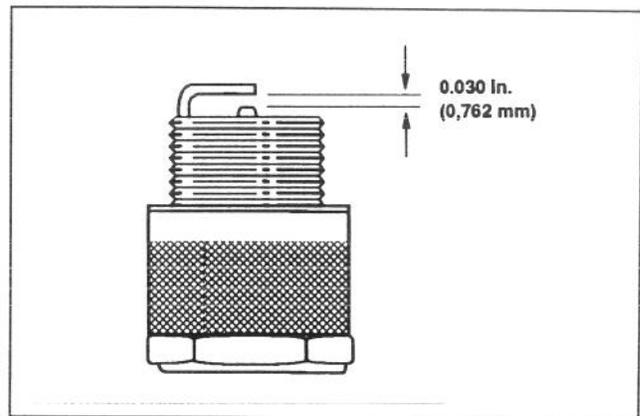

Figure 14
4. Régler l'écartement entre les électrodes centrales et latérales à 0,762 mm (Fig. 14). Installer la bougie à écartement adéquat avec un joint d'étanchéité et serrer la bougie à 20,4 Nm. Si une clé dynamométrique n'est pas utilisée, bien serrer la bougie.